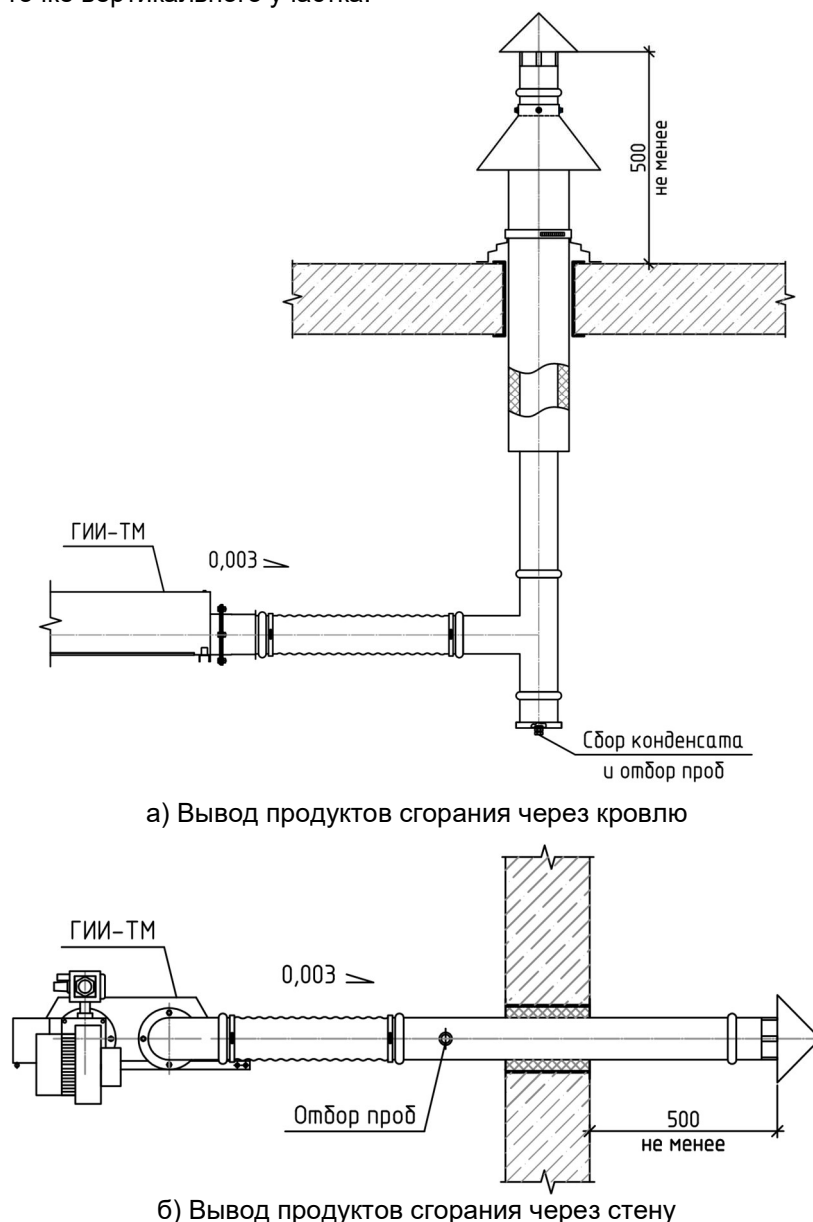

Рисунок 6.2.1 Газоотводящая система индивидуальная. Забор воздуха на горение из помещения
2. Отвод продуктов сгорания газоотводящей системой индивидуально для каждого излучателя, забор воздуха на горение из помещения (рис. 6.2.1);